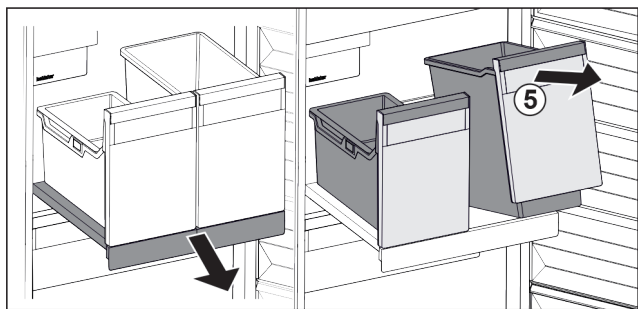

Fig. 25
- ▶ Bak Fig. 25 (5) aan voorzijde optillen.